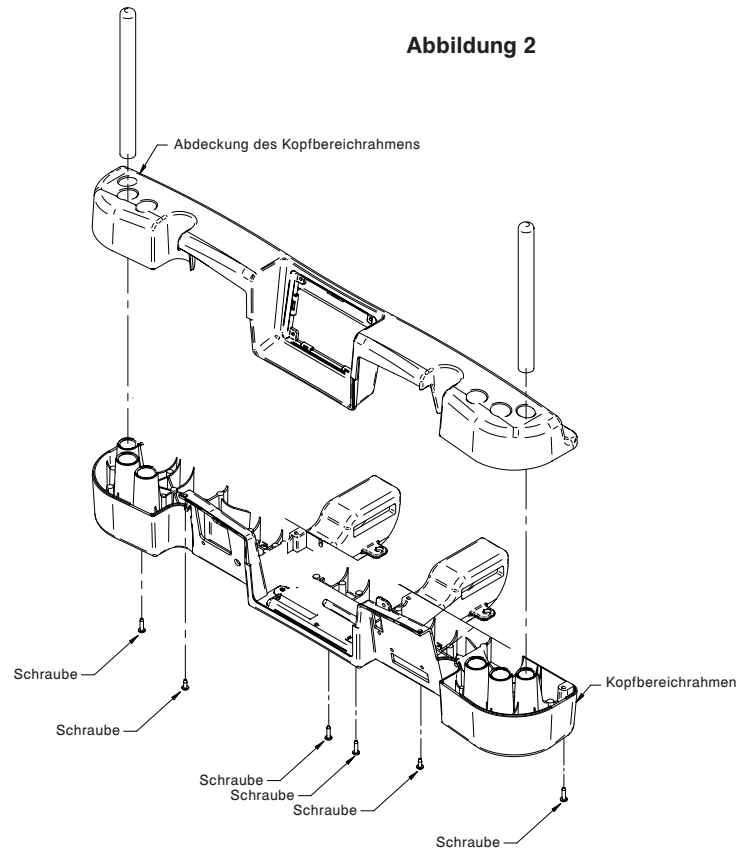

Abbildung 2
5. Mit einem Phillips-Schraubendreher die sechs Schrauben von der Abdeckung des Kopfbereichsrahmens lösen, die Abdeckung abheben und auf die Liegefläche legen (Abbildung 2).